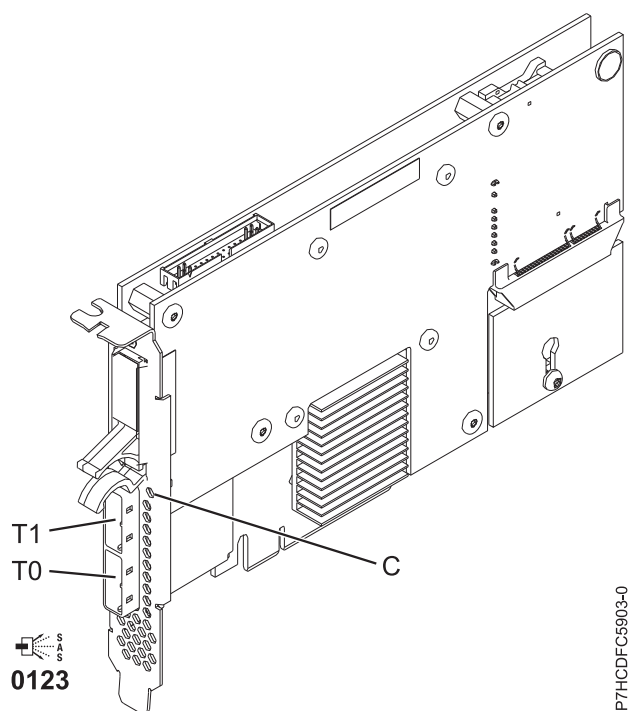

図 45. PCIe デュアル x4 3 Gb SAS RAID アダプター
5903 または 5805 には、キャッシュ・データが存在する場合に明滅する LED (168 ページの図 45 の (C)) が装備されています。キャッシュ・データ表示 LED は、アダプター上のキャッシュにデータが存在する可能性がある場合に明滅します。キャッシュ・データ表示 LED が明滅している場合は、キャッシュ・バッテリー・パックを取り替えないでください。この LED の明滅中に取り替えると、キャッシュ・データが失われます。このアダプターのキャッシュ・データ表示 LED の場所は、168 ページの図 45 で確認してください。